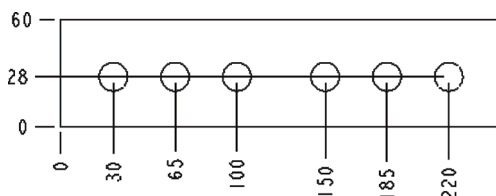

图 11-63 完成第二个方向的纵坐标尺寸
8) 在“注释”组中单击  (纵坐标尺寸) 按钮，使用同样的方法，创建另一个方向(竖向)的纵坐标尺寸，完成效果如图 11-63 所示。